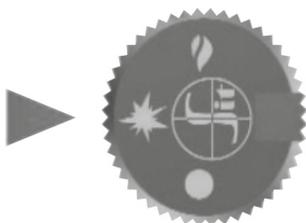

Рисунок 11
4. Нажать ручку управления и повернуть ее в положение «Запальная горелка» (Рисунок 11).